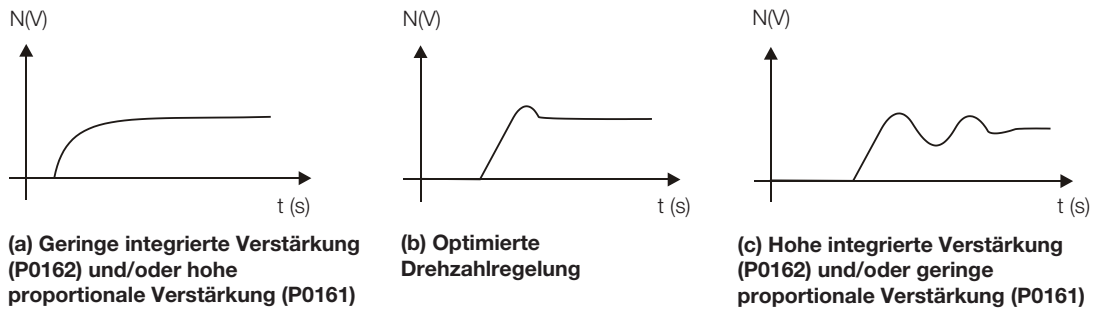

Abbildung 13.5: (a) bis (c) Ansprechtymen von Drehzahlregelungen
6. Vergewissern Sie sich anhand der Optionen in Abbildung 13.5 auf Seite 13-15 welche Kurvenform das beobachtete Signal am besten darstellt.
7. Passen Sie P0161 und P0162 abhängig vom Ansprechtym in Abbildung 13.5 auf Seite 13-15 an.